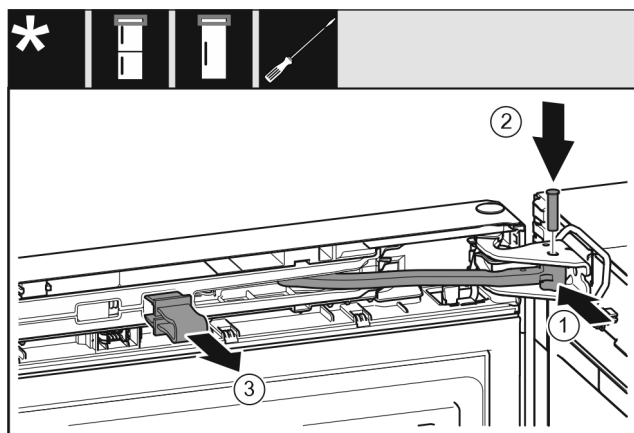

Fig. 45
- ▶ Ktheni menteshën Fig. 45 (1) në bazamentin mbështetës.
- ▶ Vendosni bulonin Fig. 45 (2) në bazamentin mbështetës dhe në menteshë. Këtu bëni kujdes që gunga ndaluese të futet saktësisht në kanal.
- ▶ Hiqni siguresën Fig. 45 (3).